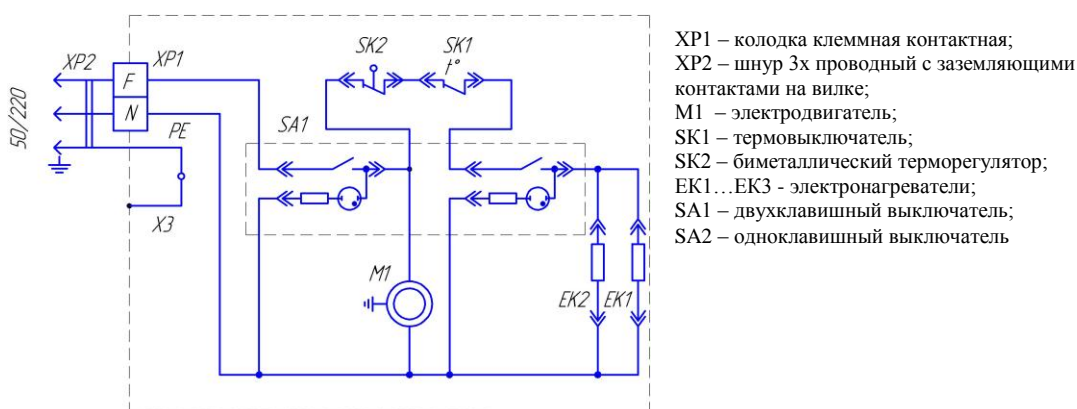
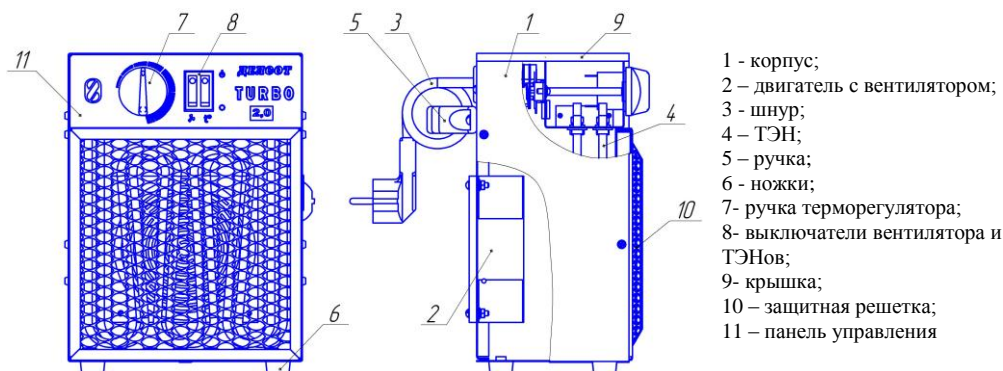

Рис.1 - Схема электрическая принципиальная
Рис.2 – Устройство электрокалориферов
5.1. Калорифер (см. рис.2) состоит из корпуса 1, задней крышки и решетки 10, внутри установлены трубчатые электронагреватели (ТЭН), двигатель с вентилятором 2 и панель управления 11. Калорифер для защиты от перегрева снабжен термовыключателем. При включении левой клавиши выключателя SA1 (см. схему рис.1) работает только вентилятор. При включении правой клавиши выключателя работают нагреватели.